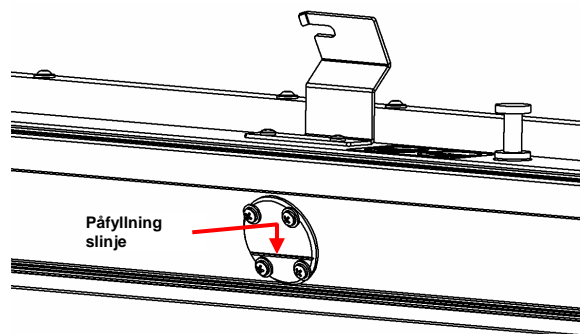

Bild 3-16
4. Häll olja **SAKTA** i tanken tills oljenivån i oljemätaren (se bild 3-16) befinner sig vid markeringen. **FYLL INTE PÅ FÖR MYCKET!**